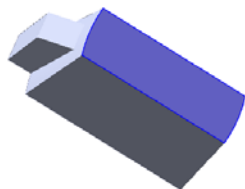
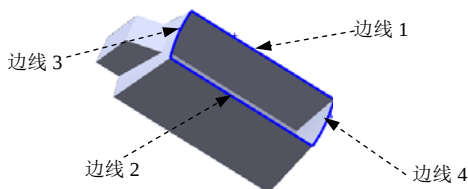

图 5.11.14 边界-曲面 1
图 5.11.15 选取边界曲线
Step9. 创建图 5.11.14 所示的零件特征——边界-曲面 1。选择下拉菜单 **插入(I)** → **曲面(S)** → **边界曲面(B)...** 命令，系统弹出“边界-曲面”对话框；选择边线 1 和边线 2 为 **方向 1** 的边界曲线，选取边线 3 和边线 4 为 **方向 2** 的边界曲线，如图 5.11.15 所示；定义边线 1 和边线 2 曲线的相切类型为 **无**，边线 3 和边线 4 的相切类型为 **无**；单击对话框中的 **✓** 按钮，完成边界-曲面 1 的创建。